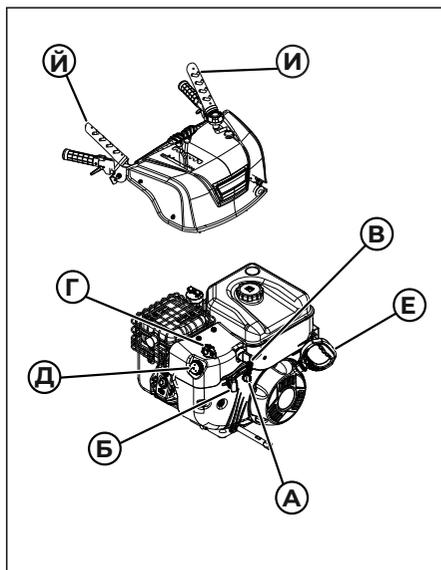

Рис. 20
1. Отпустите рычаг управления шнеком (рис. 20, поз И) и рычаг сцепления (рис. 20, поз Й).
2. Поверните ручку крана подачи топлива (рис. 20, поз А), если таковая имеется, в положение ОТКРЫТО.
3. Переместите рычаг управления дросселем (рис. 20, поз. Б) (если таковой имеется) в положение БЫСТРО.
4. Поверните ключ зажигания (рис. 20, поз. В) в положение ВКЛ. или нажмите на ключ Вкл./Выкл.
5. Поверните переключатель управления заслонкой (рис. 20, поз. Г) в положение ЗАКРЫТО.
6. Нажмите кнопку прокачки (рис. 20, поз. Д) два раза.
7. Модели с ручным тросовым стартером: крепко возьмитесь за рукоятку пускового троса (рис. 20, поз. Е). Медленно потяните за рукоятку, пока не почувствуете сопротивление, и затем быстро дерните.
9. Дайте двигателю прогреться в течение нескольких минут. Постепенно передвиньте рычаг управления воздушной заслонкой (рис. 20, поз. Г) в положение ОТКРЫТО.